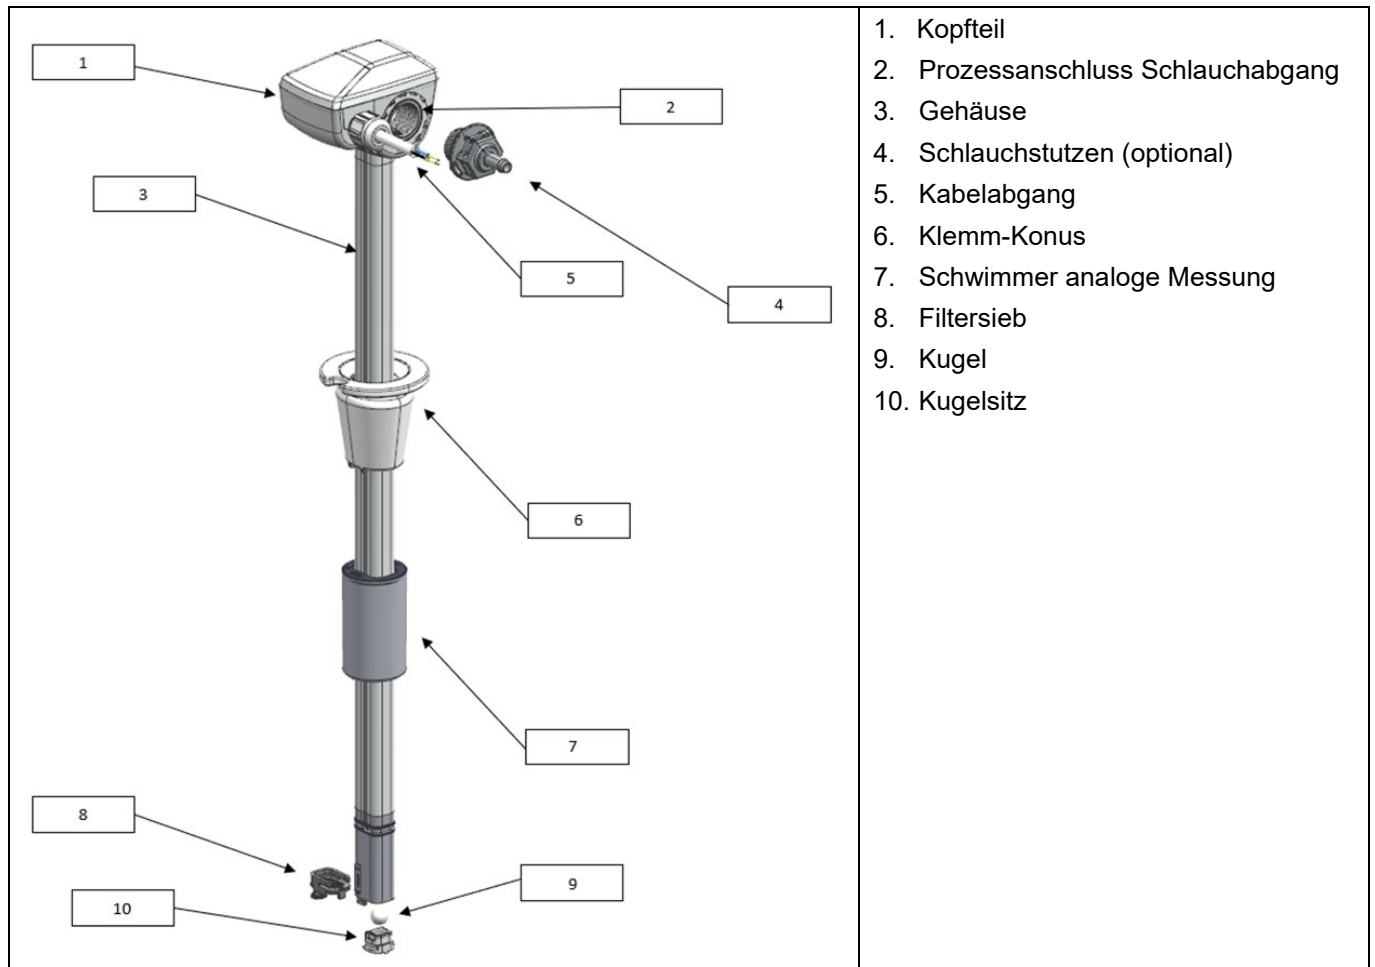

Abbildung 5
Der Schwimmer (Abbildung 4, Pos 7 und Pos 8 sowie Abbildung 5, Pos 7) mit integriertem Magneten bewegt sich in Abhängigkeit des Füllstandes auf und ab. Dadurch wird ein Reed-Schalter betätigt. Je nach Schaltfunktion des Reed-Schalters erfolgt das Signal bei steigendem oder fallendem Niveau.
eloLance SL2R Varianten verfügen über eine kontinuierliche Füllstandsmessung mit einem erweiterten Messbereich, der mittels Schwimmer (Abbildung 5, Pos 7) und Reed-Raster erfasst wird.
Durch das integrierte Filtersieb (Abbildung 4, Pos 9 und Abbildung 5, Pos 8) wird sichergestellt, dass die eloLance und das angegliederte System vor groben Fremdkörpern und Verunreinigungen geschützt werden.
Die Auslaufbremse besteht aus einer frei beweglichen Kugel (Abbildung 4, Pos 11 und Abbildung 5, Pos 9) und dem Kugelsitz (Abbildung 4, Pos 12 und Abbildung 5, Pos 10). Die Auslaufbremse verhindert ein Auslaufen größerer Mengen nach Entnahme der eloLance aus dem Behälter.
Die eloLance wird am Kopfteil mittels Schlauchstutzen (Abbildung 4 und Abbildung 5, Pos 4) mit einem Schlauch (nicht im Lieferumfang) und dem nachgelagerten System (z. B. Dosierpumpe) verbunden.
- ▶ Schlauchstutzen (Abbildung 4 und Abbildung 5, Pos 4) in das G3/8" Gewinde einsetzen. Anzugsmoment 3,4 Nm  $\pm$  0,3 Nm einhalten, damit die Dichtigkeit gewährleistet ist.
- ▶ eloLance am Kopfteil (Abbildung 4 und Abbildung 5, Pos 1) festhalten und Behälterdeckel mit dem Behältergewinde fest verschrauben.
- ▶ eloLance am Kopfteil (Abbildung 4 und Abbildung 5, Pos 1) festhalten und in die gewünschte Position schieben (Höhenverstellung).